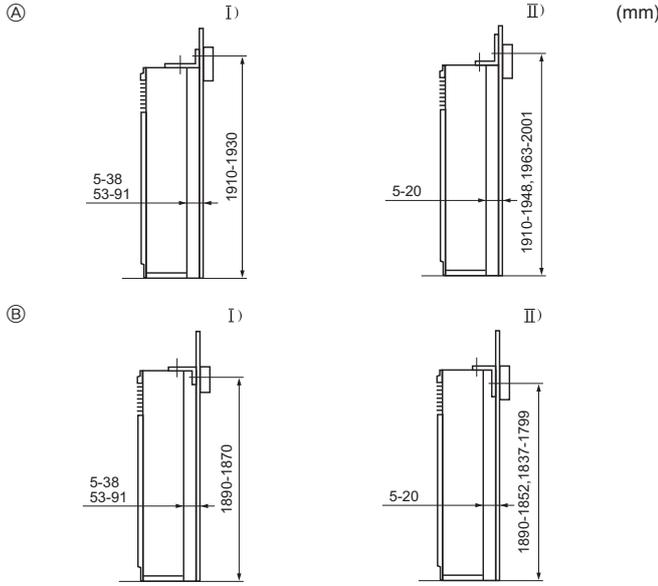

Fig. 3-3
Devrilmeyi engelleyen köşebent ①, ünitenin üst yüzeyine takılır. Kılavuz vidaları ② çıkartın ve şekilde gösterildiği gibi köşebendi yeniden takın. Doğru takma mesafeleri için, Fig. 3-3'e bakınız.
3.3. Devrilmeyi engelleyen köşebendın montajı (Fig. 3-3)